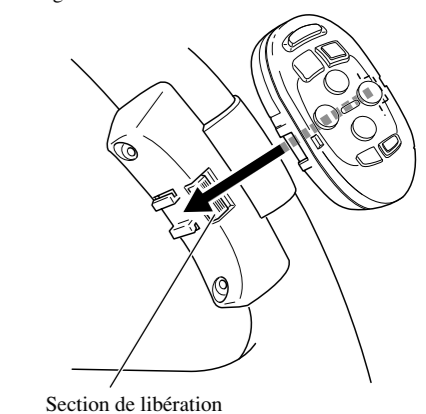

Fig. 17
4. Installer l'unité de télécommande dans le support. (Fig. 17)